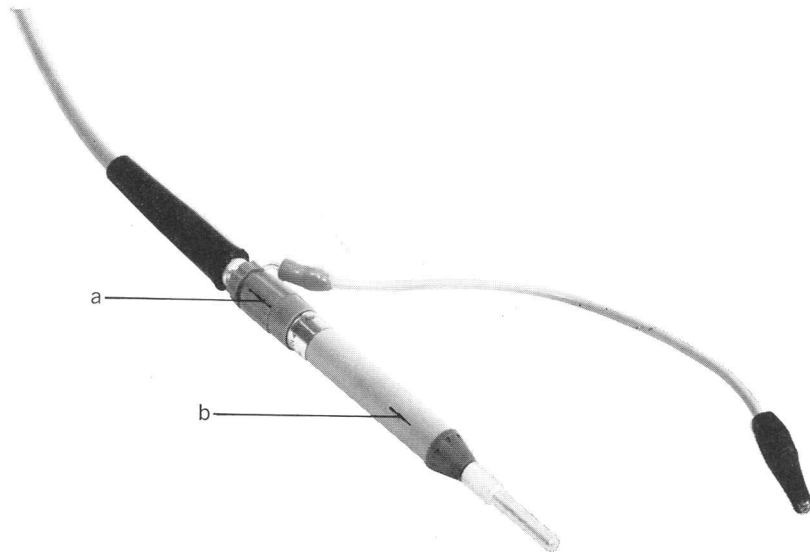

Abb. 18. Einstellung des Messkopfes
2. Einstellung (siehe Abb. 18)